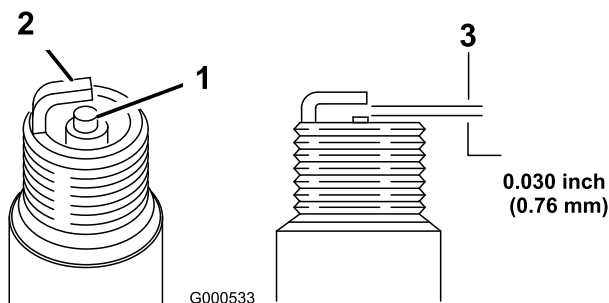

Figura 45
1. Uitați-vă la centrul bujiilor (Figura 45).
2. Verificați distanța dintre electrozii central și lateral (Figura 45) și îndoiți electrodul lateral dacă distanța nu este corectă.